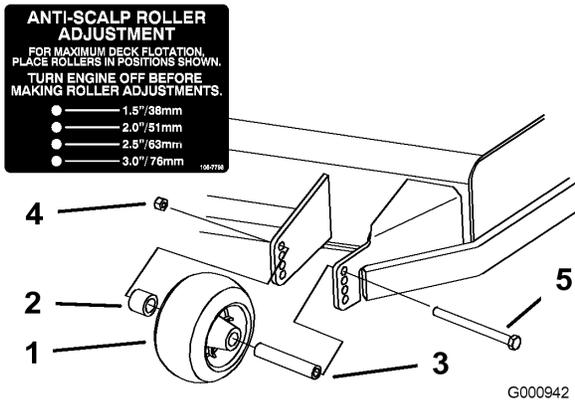
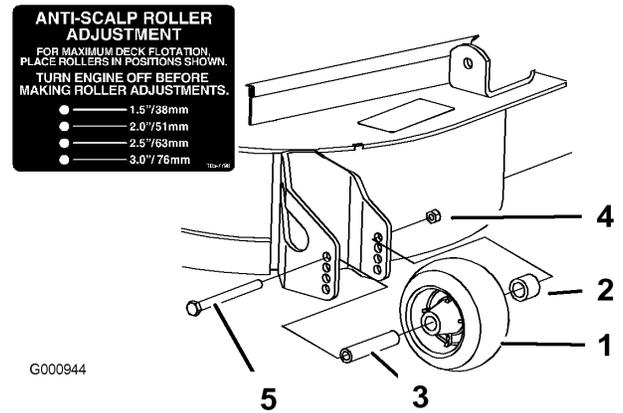
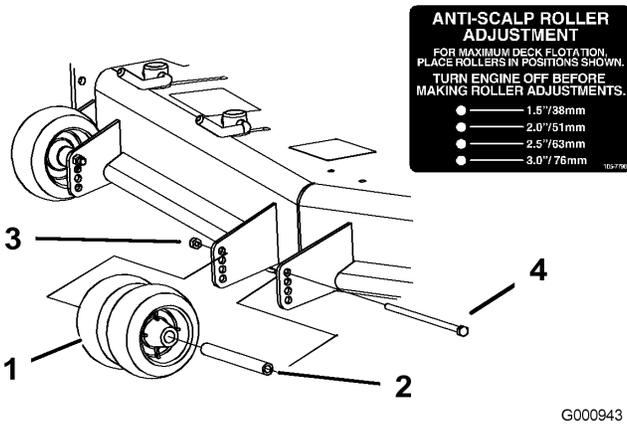

Figura 17
Figura 19
Figura 18
3. Después de ajustar la altura de corte, ajuste los rodillos retirando la tuerca con arandela prensada, el casquillo, el espaciador y el perno (Figura 17, Figura 18, y Figura 19).
Nota: Los dos rodillos centrales no tendrán espaciador (Figura 18).
5. Instale la tuerca con arandela prensada, el casquillo, el espaciador y el perno. Apriete a 54–61 Nm (40–45 pies-libra) (Figura 17, Figura 18 y Figura 19).